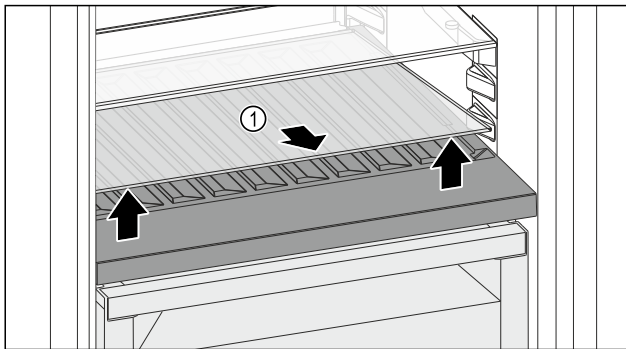

Fig. 171
- ▶ Glasplaat Fig. 171 (1) bij de uitsparing aan de voorzijde optillen en verwijderen.
- ▶ Glasplaat Fig. 171 (1) goed bewaren buiten het apparaat.
- ▶ Glasplaat (2) onder het variabele flessenrek plaatsen.